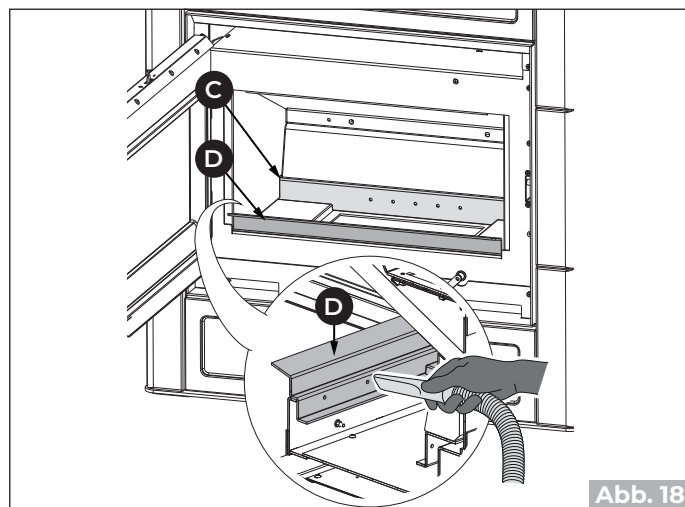

Abb. 18
- 3) Die hinteren (**C**) und vorderen (**D** - wo vorgesehen) Löcher des Verbrennungsluftverteilers (**Abb. 18**) absaugen, um die eventuelle Ablagerung von Asche zu vermeiden.